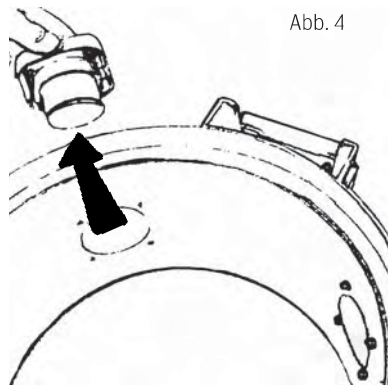

Abb. 4
2. Ziehen Sie den Stutzen aus dem Gerät, wie in Abb. 4.